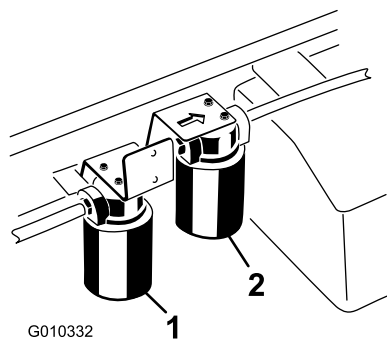

Figura 73
3. Coloque un recipiente debajo del filtro y retire el filtro (Figura 73).
1. Limpie la zona de montaje del filtro hidráulico de alto caudal (Figura 73).